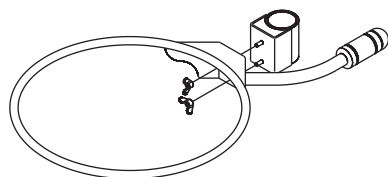

Рисунок 7
5. Прикрутите ухват к креплению двумя барашковыми гайками (см. рисунок 7). В процессе эксплуатации Потребитель может снять ухват, не разбирая гриль.